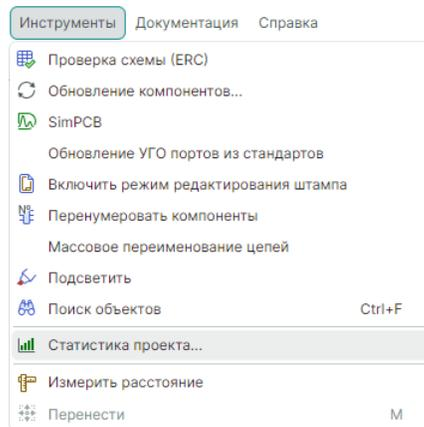

Рис. 99 Вызов окна статистики проекта
2. В главном меню перейдите в раздел «Инструменты» и выберите пункт «Статистика проекта...», Рис. 99.